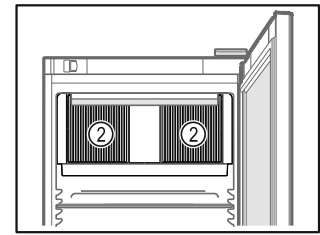

Fig. 40
- Păstrați libere fantele de ventilație Fig. 40 (2) ale suflantei de recirculare a aerului din interior.